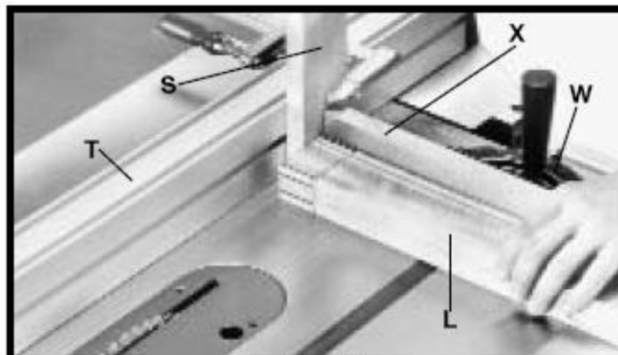
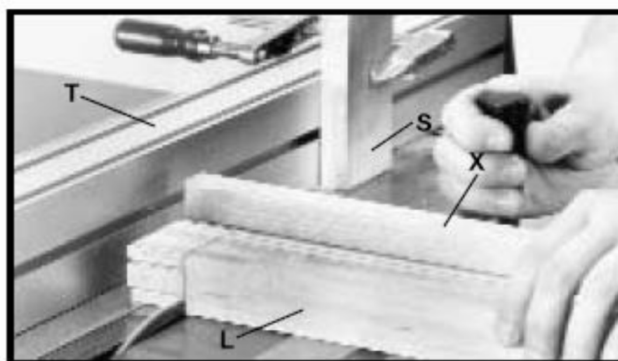

Рисунок 34
Рисунок 35
11. Прижмите деревянный брусок (S), Рис. 34, к лицевой стороне упора станка (Т) и настройте его для вырезания конструктивных выступов шипа. **ПРИМЕЧАНИЕ:** учитывайте толщину пильного диска.
12. Используя угловой упор (W), Рис. 34, снабженный упорной линейкой (X), расположите заготовку (L) для вырезания конструктивных выступов, как показано на рисунке. Убедитесь, что заготовка (L) прижата к деревянному бруску (S) и упорной линейке (X).
14. Включите станок и вырежьте конструктивные выступы, медленно подавая угловой упор (W) к пильному диску, Рис. 34, до тех пор, пока пильный диск не выйдет с обратной стороны заготовки, как показано на Рис. 35. **Выключите станок и после полной его остановки уберите вырезанную часть заготовки.**
15. Верните угловой упор (W) в положение, как на Рис. 34, и вырежьте второй конструктивный выступ точно таким же образом.